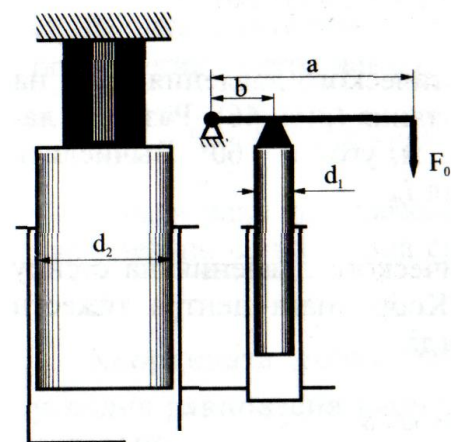

Рис. 6
11. Определить сжимающее усилие, развиваемое гидравлическим прессом, при следующих данных: диаметр силового цилиндра пресса (рис. 6) $d_2 = 300\text{ мм}$, диаметр цилиндра плунжерного насоса $d_1 = 25\text{ мм}$, длина рычага $a = 600\text{ мм}$, длина плеча рычага $b = 150\text{ мм}$, усилие, прикладываемое к рукоятке рычага, $F_0 = 200\text{ Н}$. Силой тяжести плунжера силового цилиндра и потерями на трение пренебречь.